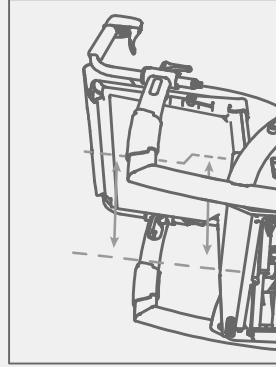

Figura 46: Dos correas inferiores aflojadas.
d. En la mayoría de los casos, los neumáticos inferiores se ajustarán más flojos que los dos superiores (**Figura 46**). Coloque la correa de velcro de manera que la pelvis del usuario esté en posición vertical y el respaldo apoye bien la espalda.